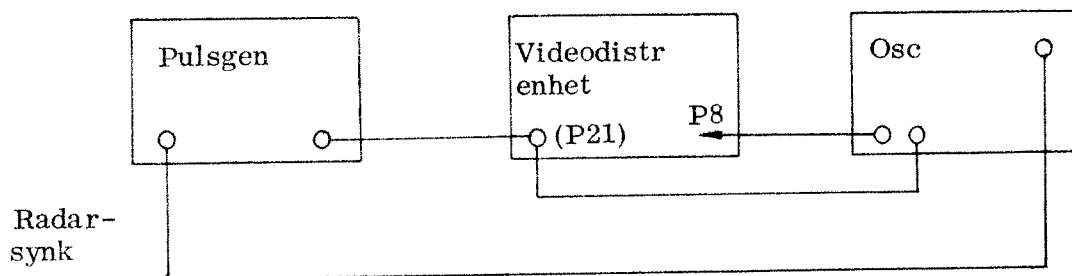

Bild 1
4.15.1.1 Anslut pulsgeneratoren och oscilloskopet enligt bild 1.